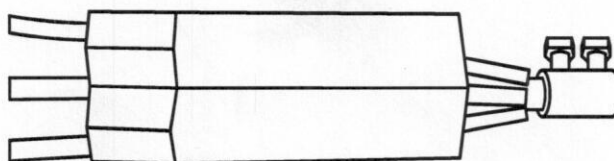

Рис. 8.
7.3. Зачищенные концы кабелей завести внутрь кабельного зажима и зафиксировать с помощью болтов (рис.8).